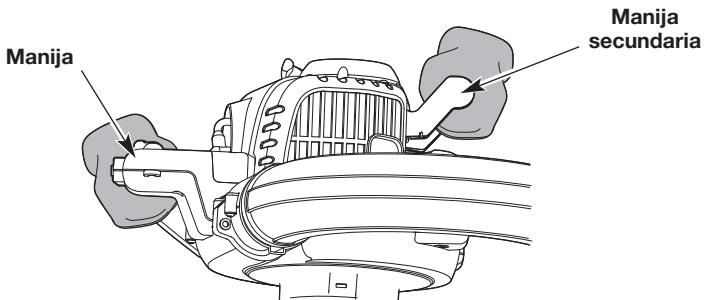

Fig. 9
- Sujete firmemente la manija con la mano derecha (Fig. 9). Sujete firmemente la manija secundaria con la mano izquierda (Fig. 9).